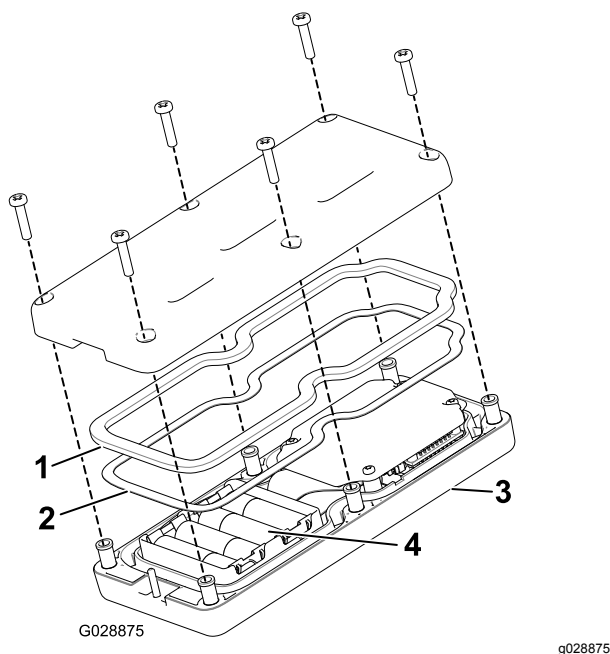

Figura 38
3. Retire los 6 tornillos de la parte trasera del control remoto y quite la tapa (Figura 38).
5. Inserte cada batería nueva en su alojamiento observando la polaridad correcta. (Si las pilas se instalan de forma incorrecta, la unidad no resultará dañada, pero no funcionará.) El alojamiento lleva marcas de polaridad para cada terminal grabadas en relieve (Figura 38).
6. Si quita la junta de goma o el obturador de acero por accidente, colóquelos de nuevo con cuidado en su lugar del control remoto de mano (Figura 38).
7. Vuelva a colocar la tapa y ajústela con los 6 tornillos que retiró anteriormente (Figura 38) y apriételos a 1,5-1,7 N·m.